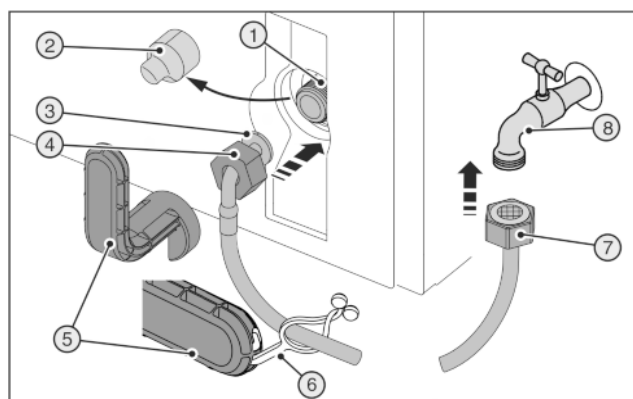
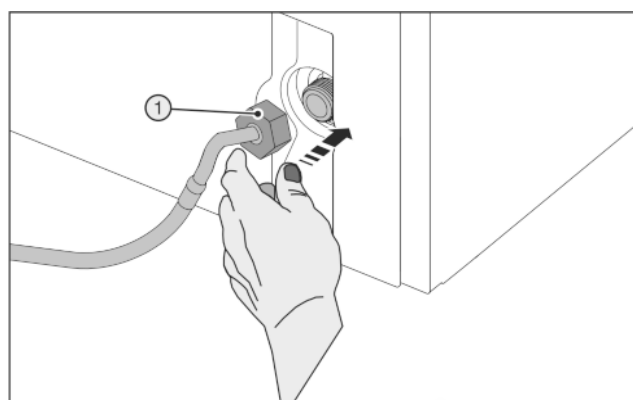

Fig. 28
Fig. 29
Zlomený pomocný nástroj Fig. 28 (5)!
- ▶ Používejte pomocné nástroje Fig. 28 (5) výhradně při pokojové teplotě.
- ▶ Stáhněte kryt Fig. 28 (2).
- ▶ Usnadněná montáž: Rovný konec hadice Fig. 28 (7) položte doleva na podlahu.
- ▶ Matici Fig. 28 (4) posuňte přes zahnutý konec hadice Fig. 28 (3) až na konec a držte.
► Nasadte opatrně matici *Fig. 29 (1)* a dvěma prsty ji rovně našroubujte na závit, až je dosaženo bezpečné usazení.
► Matici *Fig. 29 (1)* utahujte pomocným nástrojem *Fig. 28 (5)* ve směru hodinových ručiček, až je dosažen maximální uťahovací moment a pomocný nástroj *Fig. 28 (5)* se přetáčí.
► Našroubujte matici *Fig. 28 (7)* na uzavírací kohout *Fig. 28 (8)*.
► Matici *Fig. 28 (7)* utahujte pomocným nástrojem *Fig. 28 (5)* ve směru hodinových ručiček, až je dosažen maximální uťahovací moment a pomocný nástroj *Fig. 28 (5)* se přetáčí.
► Otevřete uzavírací kohout *Fig. 28 (8)* na přívodu vody a prověřte těsnost celého vodního systému.
► Zahákněte styčnický *Fig. 28 (6)* do pomocného nástroje *Fig. 28 (5)* a upevněte k uschování na nerezové hadici.